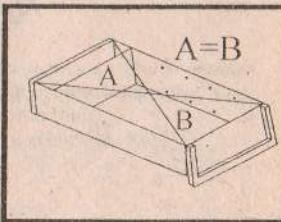

рис. 3
**Замечание:** перед тем как прибить заднюю стенку (орголит), необходимо выставить равенство расстояний А и В, см. рис. 3.